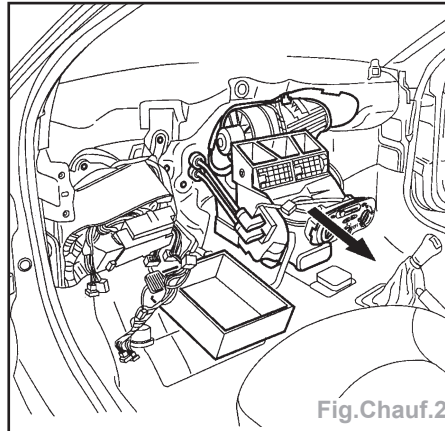

Fig.Chauf.2
- Débrancher les durites (1).
- Déposer les vis (2).
- Déposer les vis (3) et (4).
- Dégager la bride (5) des tuyaux d'entrée et de sortie.
- Tirer vers soi le climatiseur et le déposer (Fig.Chauf.2).